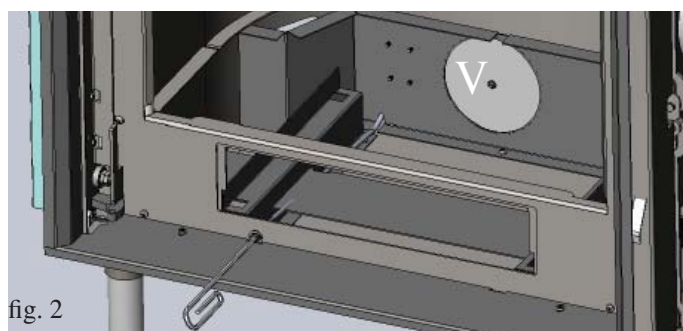

fig. 2
## VÁLVULA TERMOSTÁTICA OPCIONAL (fig. 2)
**Regulação automática do ar de combustão** O ar de combustão é captado pela tomada de ar externa através da boca (E - fig. 1) e chega à fornalha através da grelha das cinzas. A regulação é feita através da válvula V (fig. 2).